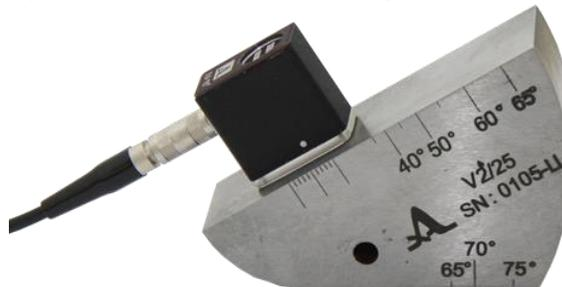
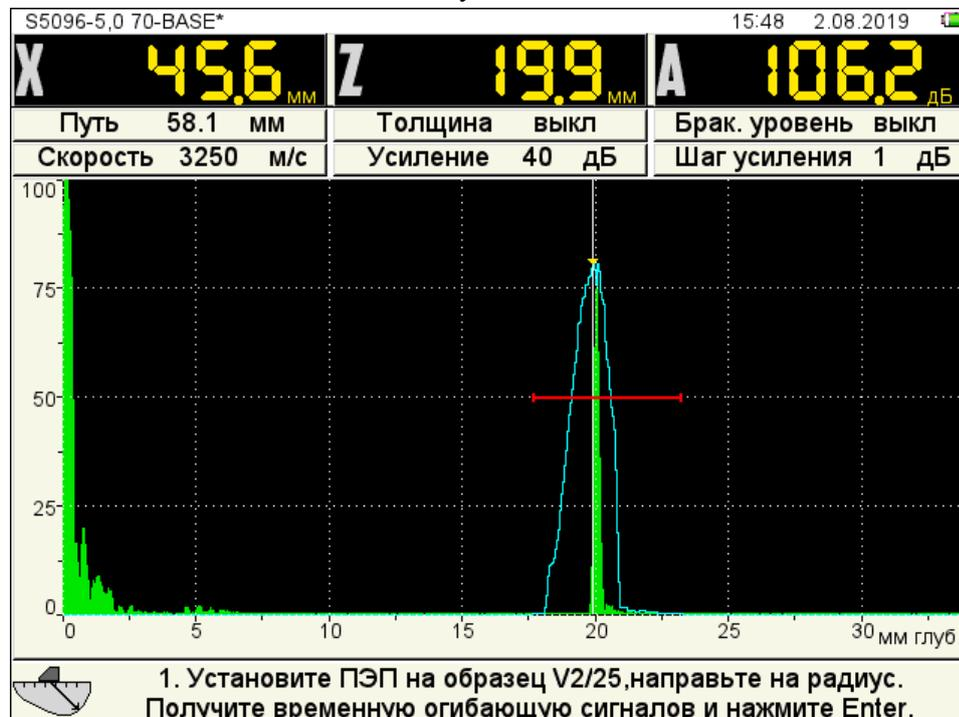

Рисунок 35
Рисунок 36
- для определения задержки в призме преобразователя просканировать радиусную часть (R50) образца V2/25 со стороны длинной грани (рисунок 35), получить временную огибающую сигналов (рисунок 36) и нажать клавишу;